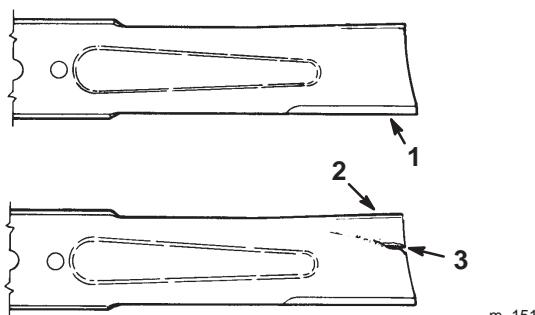

Figure 27
1. Inspectez les tranchants des lames (Fig. 27). Si les lames ne sont pas tranchantes ou si elles présentent des indentations, déposez-les et aiguissez-les (voir Aiguiseage des lames, page 31).
2. Inspectez les lames, surtout la partie incurvée (Fig. 27). Remplacez immédiatement toute lame endommagée, usée ou qui présente une entaille (repère 3 de la Fig. 27).